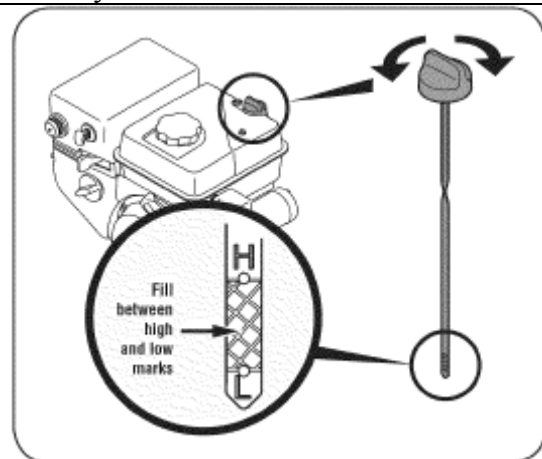

Рис. 17
4. Отвинтите рыбку маслозаливной горловины и извлеките щуп. Если уровень масла не достаточный, то медленно долейте рекомендованного масла, что бы он находился между отметками высокий (H) и низкий (L). См. Рис. 17.